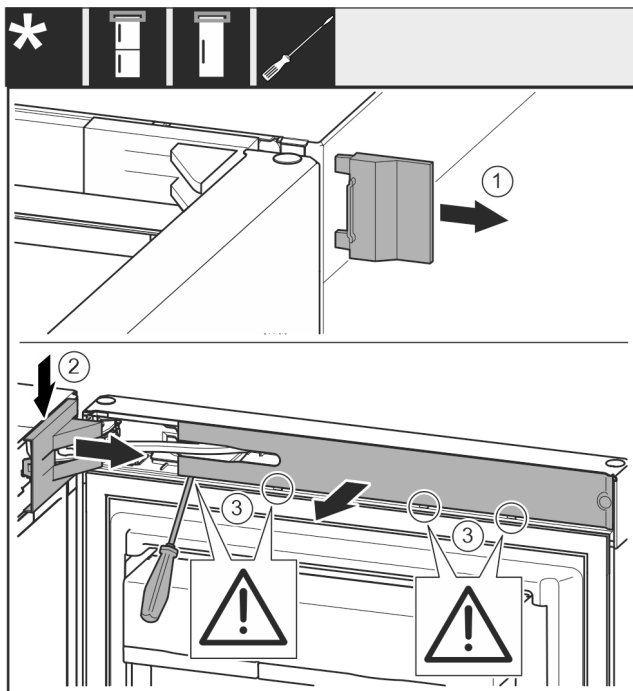

Fig. 8
- ▶ 取下盖板 Fig. 8 (1)。
- ▶ 拆卸并松开托架盖 Fig. 8 (2)。
- ▶ 取下托架盖 Fig. 8 (2)。
- ▶ 使用带槽螺丝刀松开隔板 Fig. 8 (3)并把它转到一边。